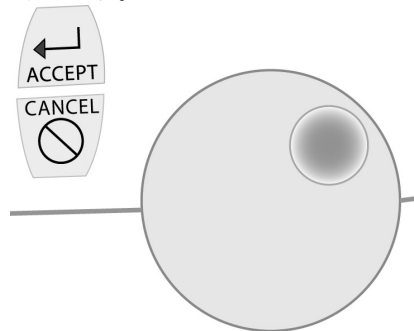

図 3-7: データダイアル、承認およびキャンセルボタン
次の画面に、患者 ID に使用できる文字が表示されます。UIM の下部にあるデータダイアル(図 3-7)を回して、目的の文字を探します。承認メンブレインキーを文字ごとに押して承認し、**患者 ID コード**を作成します。患者 ID コードの作成が完了したら、もう一度、タッチスクリーン上の IDENTIFICATION (ID) フィールドを直接押して、患者 ID コードを承認します。